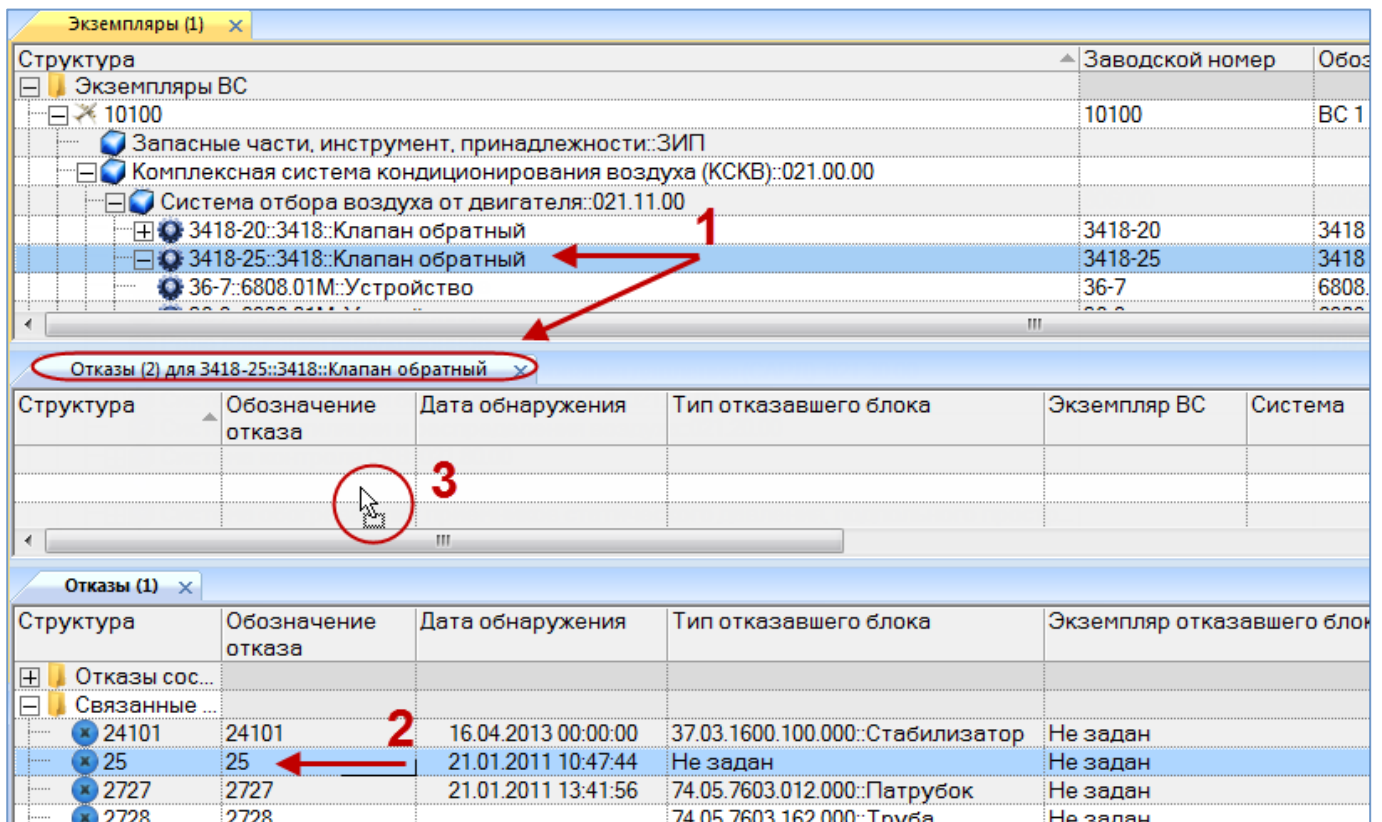

Рис. 13-296 – Переместить отказ в окно связанных объектов
2) Выбрать экземпляр компонента в рабочем окне «Экземпляры» и открыть окно связанных объектов «Отказы» для выбранного экземпляра компонента (1 на рис. 13-296).
3) Выбрать отказ в рабочем окне «Отказы» (2 на рис. 13-296).
4) Переместить с помощью мыши отказ в окно связанных с экземпляром компонента отказов – появится подсказка вида «+ Создать связь X объект(ов) в ...» (3 на рис. 13-296). Отпустить кнопку мыши.